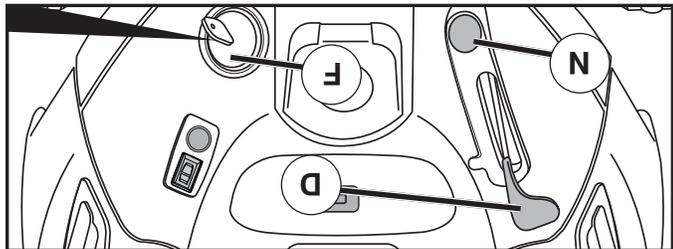

Fig. 6
- Mueva el control de aceleración (D) a la posición lenta.
## COMO USAR EL CONTROL DE LA ACELERACION (D) (Vea Fig. 6)
- Gire la llave de ignición (F) a la posición de apagado "STOP" y remueva la llave al abandonar el tractor para evitar el uso no autorizado.
## PARA USAR EL CONTROL DE LA ACELERACION (D) (Vea Fig. 6)
## PARA USAR EL CONTROL DE ESTRANGULACION (N) (Vea Fig. 6)